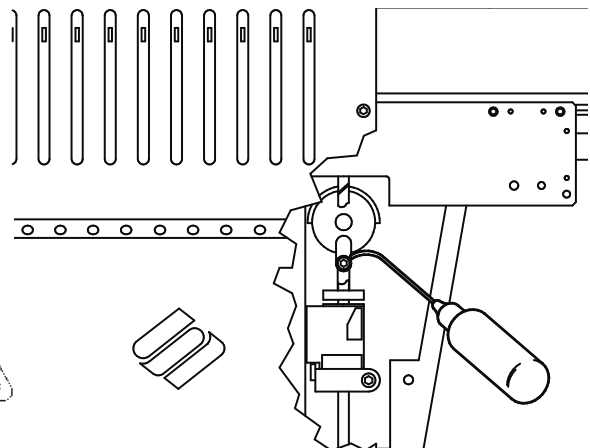

Abbildung 5-5
2. Abbildung 5-5 zeigt das Schmierungsloch in der Maschine. Um Zugang zu diesem Loch zu bekommen, stecken Sie das Ölkännchen durch das Loch mit den roten Hülsen an der Vorderseite der Tafel. Benutzen Sie eine Taschenlampe, falls nötig.